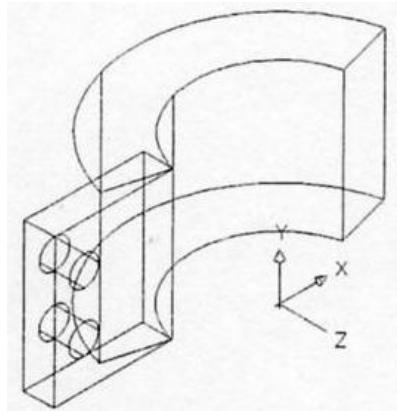

图 11-41 差集去除两个孔圆柱体
选择对象: 找到 1 个 //选择图 11-41 所示的长方体
15、差集效果如图 11-41 所示。选择【修改】/【三维操作】/【三维镜像】命令, 命令行提示如下。
选择对象: 指定对角点: 找到 1 个 //选择图 11-41 所示的差集形成的实体